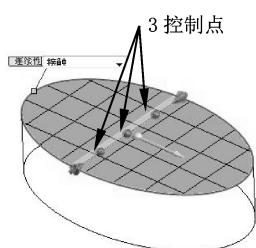

图 3-49 添加 3 个控制点
- 05 在【控制点】选项区中，设置【三重轴方向】为【曲线】，单击【添加点】按钮，在曲线上均匀添加 3 个点，如图 3-49 所示。